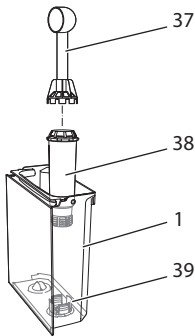

Fig. 18: Avvitare/svitare il filtro dell'acqua
- Rimuovere il filtro dell'acqua quando la macchina visualizza il corrispondente messaggio (vedere Fig. 18).